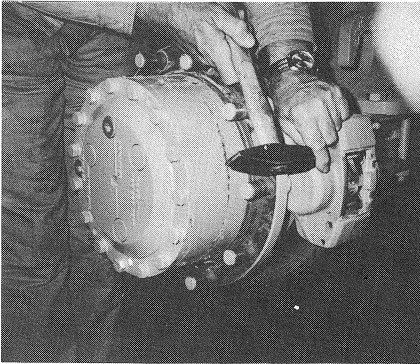

Bild 51
- (1) Rad abbauen.
- (2) Abdeckblech vom Bremssattel entfernen.
- (3) Oberen Haltestift mit Dorn austreiben (Bild 51).